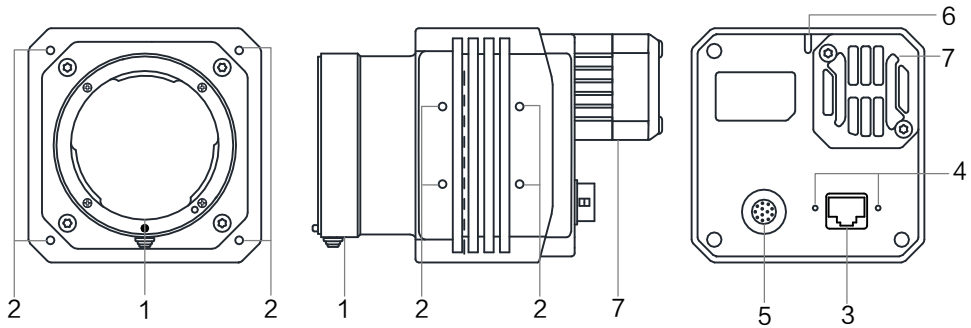

图1-7 F口，带风扇
- 图 1-7 为 F 口，带风扇的千兆网口面阵相机外观。
- F 口，带风扇（图 1-7）